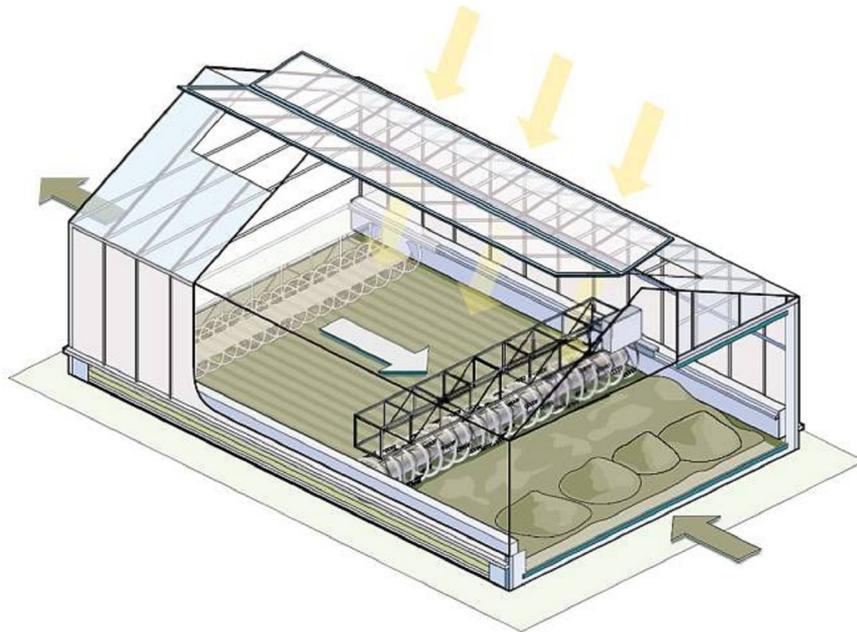

Abbildung 3: Schemazeichnung einer solaren Klärschlamm-trocknung
- auf seitlichen Mauern aufliegende Schubwender die über die ganze Beetbreite wenden (Dieses Verfahren wird im weiteren ausführlich beschrieben und ist in Abbildung 3 und 4 dargestellt)